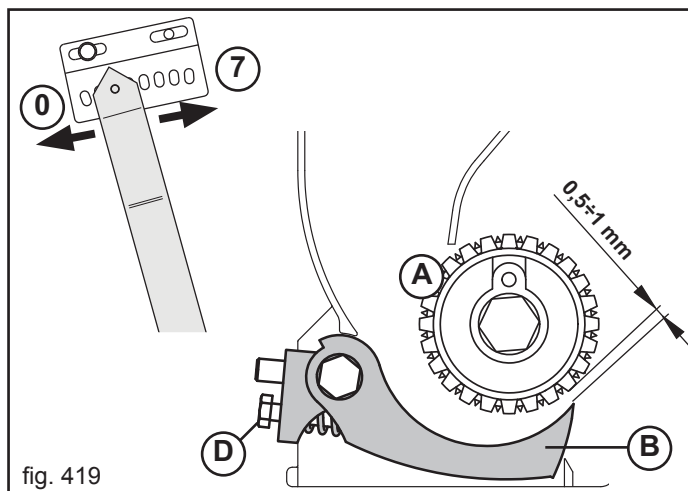

fig. 419
Der Einstellhebel der Abtaster (Abb. 419) mit einer Regelskala von «0» bis «7». Je nach Art des Dünger muß der Hebel auf die in der Düngermengetabelle angegebene Zahl eingestellt werden. **Es muß beachtet werden, daß die Tabellen nur als Hinweis dienen, da die verteilte Menge für den gleichen Düngertyp je nach spezifischem Gewicht, Feuchtigkeit, Qualität und Sortierung des verwendeten Dünger unterschiedlich sein kann, Bodenverhältnisse (Bodenbearbeitung, Bodenstruktur, Gefälle, usw.).**
Korrekt eingestellte Abtaster (B, Abb. 419) sichern einen gleichmäßigen und konstanten Verteilfluß des Dünger.
Für eine optimale Düngerausstreitung ist regelmäßig die Position der Abtaster (B) zu kontrollieren: der Hebel (Abb. 419) in Position «0» Skala, der Abstand zwischen dem Taster und der Särolle (A) wird durch eine Mutter (D) bis $0,5 \pm 1$ mm (Abb. 419).
- Stellung der Abtaster (Abb.419).